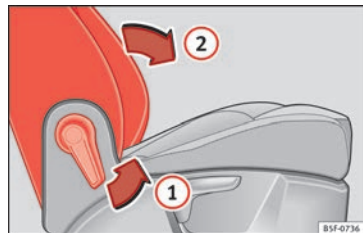

Fig. 152 Asiento del acompañante: palanca para abatir el respaldo.
- Tire de la palanca (1) » fig. 152 y empuje el respaldo hacia adelante (2) de forma que el respaldo quede en posición horizontal.